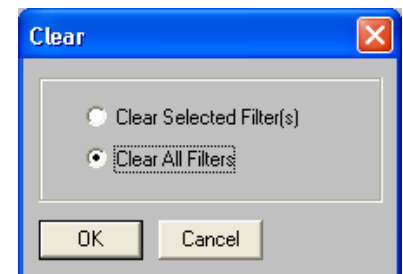

FIGURE 7-14 : Boîte de dialogue « Clear »
2. La boîte de dialogue « Clear » apparaît, comme illustré à la figure 7-14.